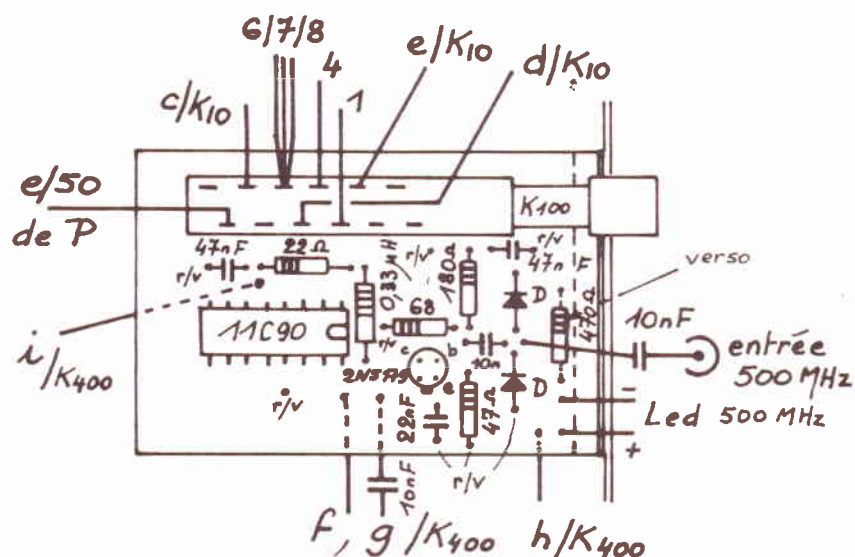

Fig. 60. – Pose des composants de D.
Prendre le CID dûment préparé. Faire la pose des composants en suivant la fig. 60. Le plan de masse et les pistes de masse du verso doivent être systématiquement reliés par les fils des composants qu'il faudra donc tous souder recto ET verso. Sauf pour les pattes du 11C90 qu'il ne faudra souder que verso. Noter la présence de deux ponts recto/verso supplémentaires à ne pas oublier. Surtout ne pas omettre le pont recto/verso constitué par le fil de masse du 47 nF découplant l'arrivée + 5 V. En effet ce pont assure la mise à la masse du picot 6 du 11C90.
- Souder sur D, le fil f, puis le condensateur g. Voir figure 60.